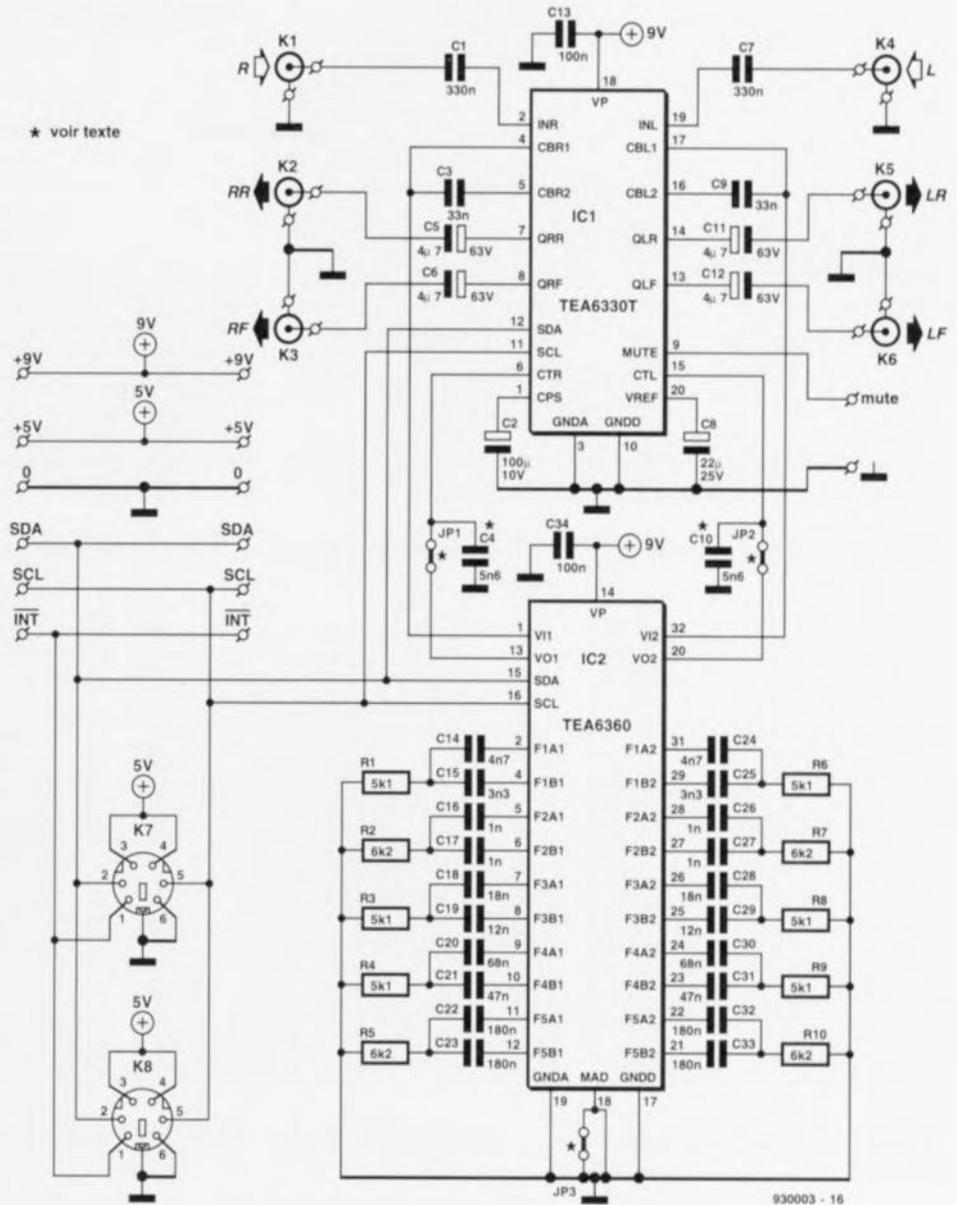

Figure 7. Avec l'intégration de la quasi-totalité de l'électronique il ne reste plus guère de composants à faire apparaître dans le schéma.
Prenons l'exemple d'un signal sinusoïdal dont nous voulons observer une période (figure 7). La base de temps a été définie en conséquence. Huit échantillons de la courbe (A) sont prélevés, convertis en huit nombres, de trois chiffres (des bits, 0 ou 1) dans notre cas, qui correspondent approximativement à des niveaux définis par construction, et stockés aux adresses représentées sur la figure par des rectangles (B). Les échantillons (*samples*) sont évidemment plus nombreux dans la réalité. À la lecture, la conversion inverse a lieu. Le signal numérique est à nouveau converti en un signal analogique dont la ligne C donne une représentation. Il va de soi que la précision de la représentation augmente avec le nombre de mesures (nombre d'échantillons) effectuées par unité de temps. Des dispositifs d'interpolation viennent dans certains appareils compléter les espaces entre les points de façon à reconstituer le signal d'entrée dont ils donnent une trace continue.
Figure 7 - Dans un oscilloscope à mémoire numérique, le signal étudié est échantillonné, c'est-à-dire "lu" à intervalles réguliers pendant une durée correspondant à un balayage. Ces mesures sont converties par un circuit spécialisé (CAN, Convertisseur Analogique Numérique) en nombres codés en binaire et stockés dans une mémoire volatile (RAM). La lecture répétée du contenu de cette mémoire et la conversion inverse, de numérique en analogique, fournit un signal appliqué à l'amplificateur de déviation verticale, qui est très proche du signal d'origine.
Dès lors que les circuits intégrés mis en oeuvre ne nécessitent qu'un nombre de composants externes ridiculement faible et que le montage ne comporte, en tout et pour tout, qu'une paire de ces circuits intégrés, il est évident que la description du schéma se limite à la partie congrue (figure 7). Outre l'adjonction des composants externes évoqués, ce seront donc plutôt des aspects de réalisation pratique qui constitueront la substantifique moëlle de ce paragraphe. Les premiers éléments visibles sont les connecteurs. Le montage n'en comporte pas moins de 8. 3 embases Cinch pour les Entrées Audio et autant pour les sorties auxquelles s'ajoutent une paire